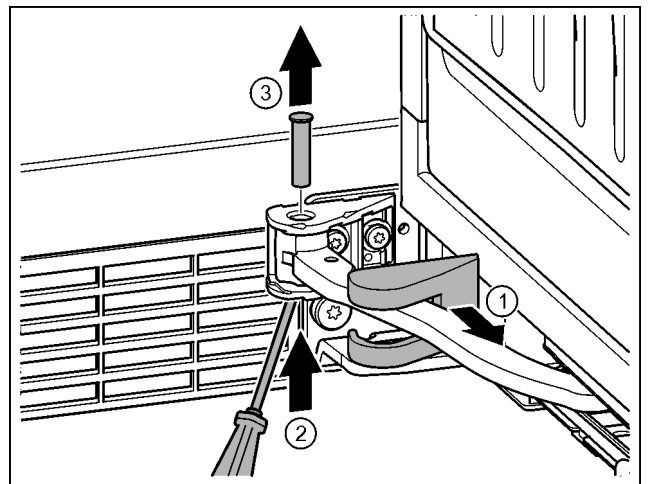

Fig. 17
- ▶ Togliere la copertura del blocco di supporto e spingerla lungo lo snodo. Fig. 17 (1)
- ▶ Sollevare dal basso il perno con un dito o un cacciavite. Fig. 17 (2)
- ▶ Portarsi con un cacciavite sotto la testa del perno ed estrarre. Fig. 17 (3)